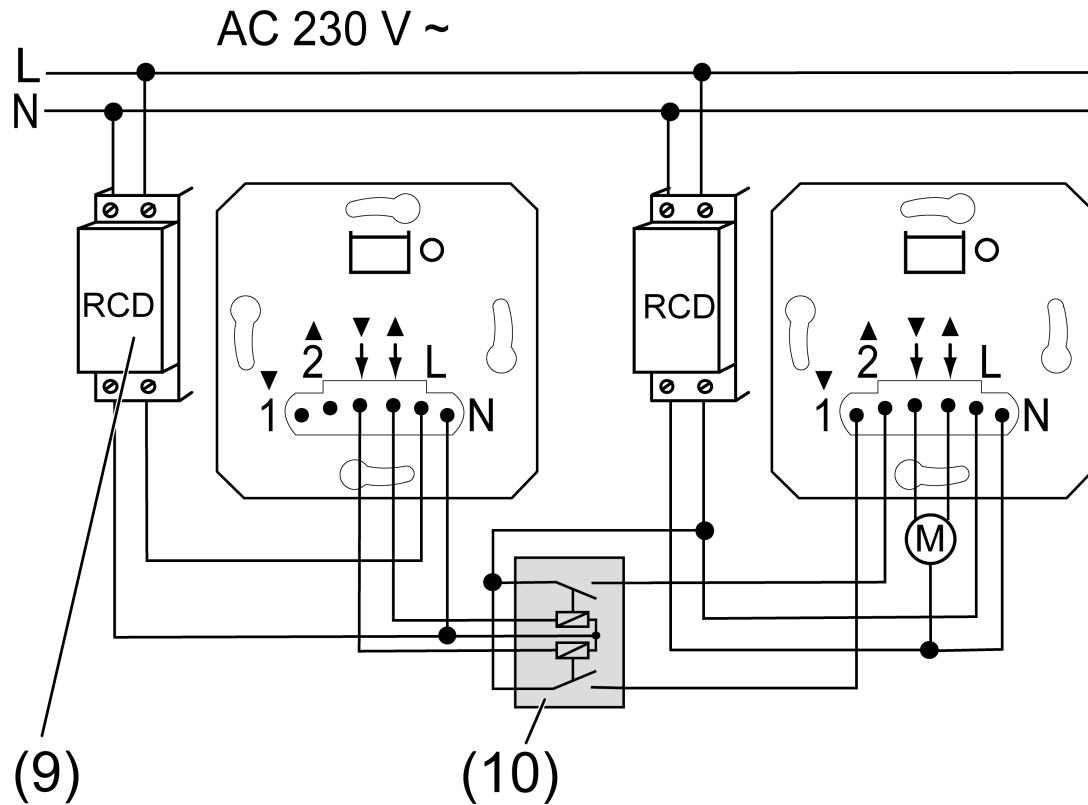

Рисунок 4: Пример подключения двух контуров RCD
- Подключите приборы, как показано на примере (рисунок 4).